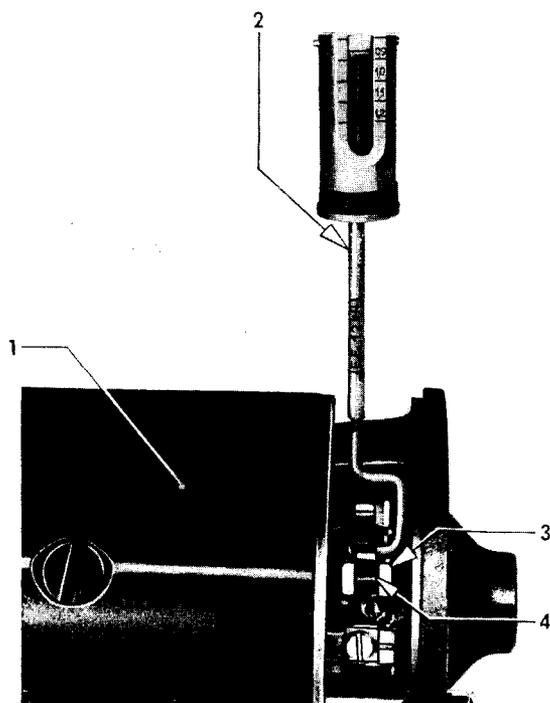

Bild 62 – Bürstenfederdruck prüfen
8. Kohlebürsten einbauen und auf den Kollektor vorsichtig aufsetzen. Anschlußlitzen der Bürsten so legen, daß sie nicht am Lagerstreifen oder anstoßen. Wenn erforderlich, Bürstenfederdruck mit Federwaage prüfen – Bild 62.